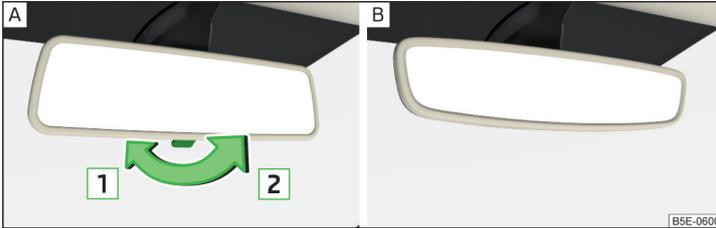

Abb. 60 Innenspiegel: mit manueller Verdunkelung / mit automatischer Verdunkelung - Variante 1
**Spiegel mit manueller Verdunkelung** » Abb. 60 - A
Die Spiegelverdunkelung » Abb. 60 - B wird nach dem Motorstart automatisch gesteuert.